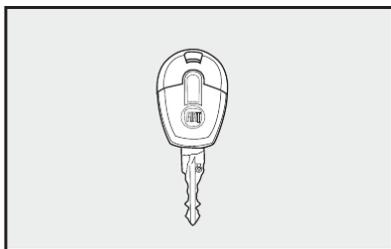

fig. 1
### CHAVES - fig. 1
- Duas chaves **fig. 1**.
A chave **fig. 1** de uso normal no veículo é usada para:
A chave de ignição possui predisposição para instalação de telecomando a distância **fig. 1**.